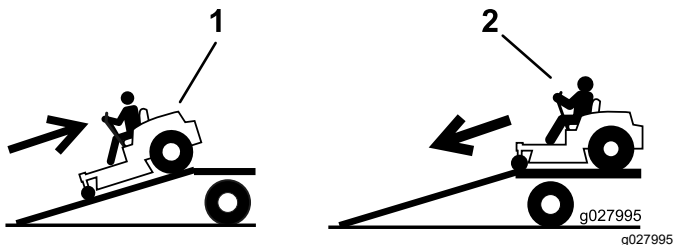

Figura 40
4. Risalite in retromarcia la rampa (Figura 40).
2. Scendete dalla rampa in marcia avanti (Figura 40).